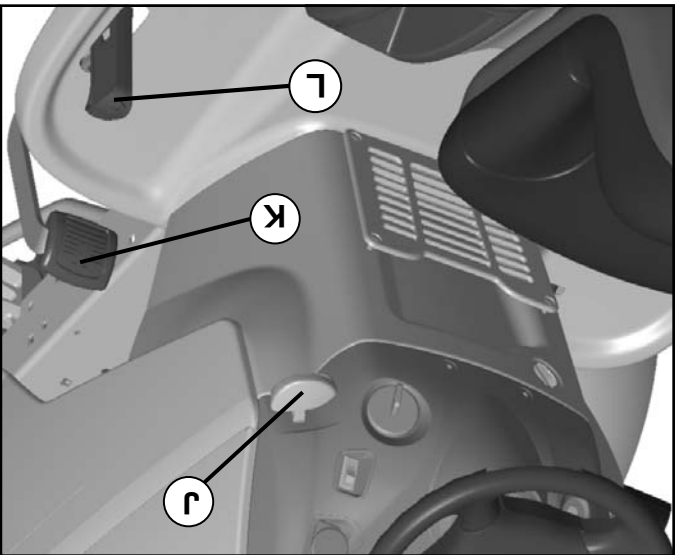

FIG. 17
(Voir la Fig. 17)
COMMENT UTILISER LE RÉGULATEUR DE VITESSE (J) (Voir la Fig. 17)